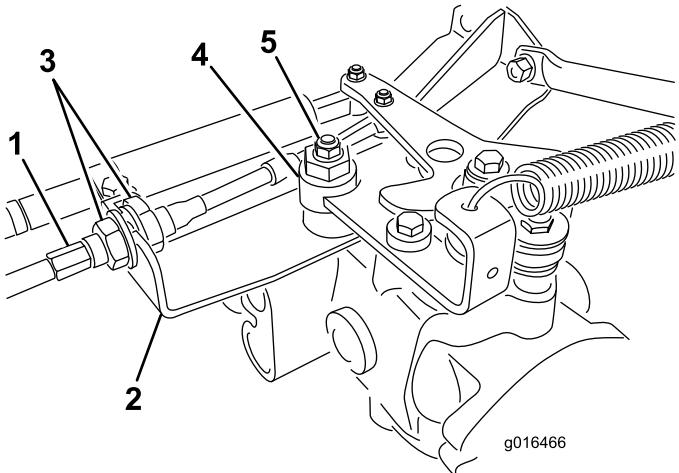

Bild 42
- A. Lösen Sie beide Klemmmuttern, mit denen der Fahrantrebs-Bowdenzug am Schott am Hydrostat befestigt ist (Bild 42). Achten Sie darauf, dass die Klemmmuttern gleichmäßig gelockert sind und eine ausreichende Einstellung ermöglichen.
Hinweis: Lösen Sie die Mutter, mit der der Exzenter oben am Hydrostat befestigt ist (Bild 42).
- E. Ziehen Sie die Mutter fest, wenn sich das Rad nicht mehr dreht, um den Exzenter und die Einstellung zu arretieren (Bild 42).
- G. Ziehen Sie die Sicherungsmuttern, mit denen der Bowdenzug am Schott befestigt ist, gleichmäßig von der Innenseite des Schotts fest (Bild 42). Verdrehen Sie nicht den Bowdenzug.